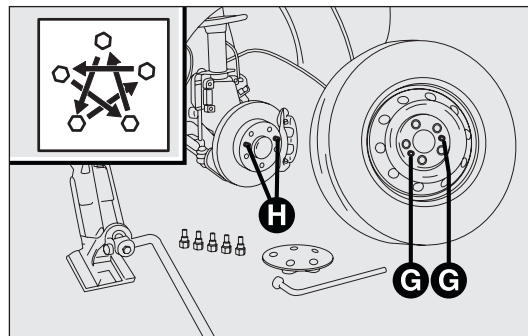

рис. 166
- установите запасное колесо, совместив отверстия G – рис. 166 с соответствующими шпильками H. Перед установкой запасного колеса проверьте, чтобы посадочные поверхности были чистыми без загрязнений, поскольку в противном случае затяжка болтов может ослабнуть;
- затяните болты до упора по крестовой схеме как показано на рис. 166.